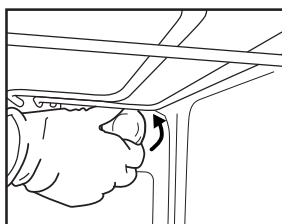

Fig. 8
2. Draai het beschermkapje los (Fig. 8), vervang het lampje (zie de opmerking voor het type lampje) en draai het beschermkapje weer vast